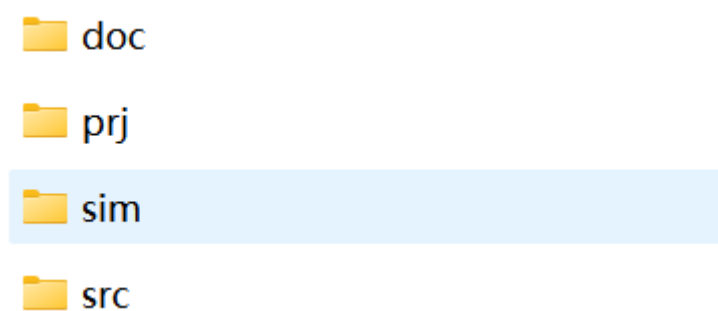

图 2 新建 4 个文件夹进行分类存放文件
- ② 打开文件夹，里面新建 4 个文件夹。doc: 是存放文档或工程相关资料的。prj: 是存放项目、IP 核文件、引脚约束文件和烧录比特流文件的。sim: 是存放方针文件的。src: 是存放顶层代码和功能代码的。如图 2 所示。